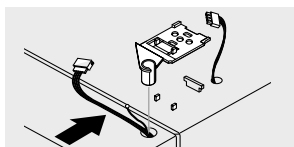

Figura 15
- Acerque la parte superior de la puerta a la unidad y encaje la clavija de la bisagra superior en el agujero superior de la puerta del congelador. (Inserte la parte posterior de la bisagra en la muesca saliente primero y a continuación encaje el agujero superior de la puerta). (Figura 15)